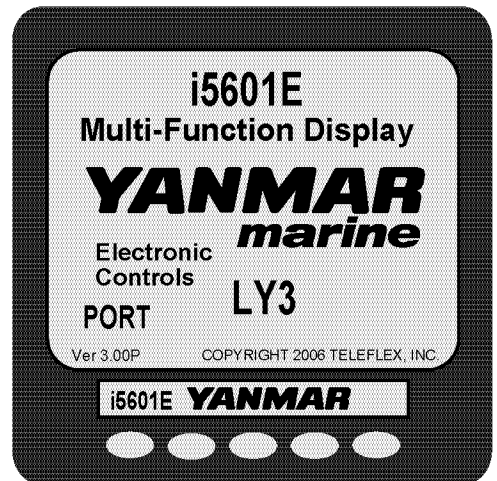

Figure 2
4. Activez le commutateur batterie et l'écran de démarrage/version (**Figure 2**) apparaîtra sur l'affichage. Ensuite, l'écran passera au mode d'affichage des données du moteur.